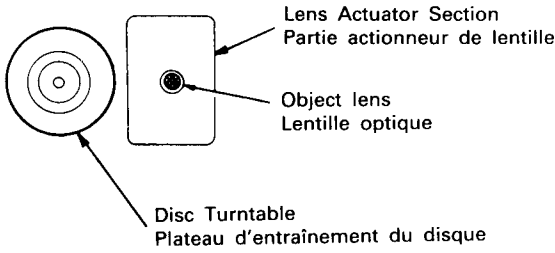

Fig. 9
18. Checking the Object Lens. (Fig. 9)
18. Vérification de la lentille optique (Fig. 9)